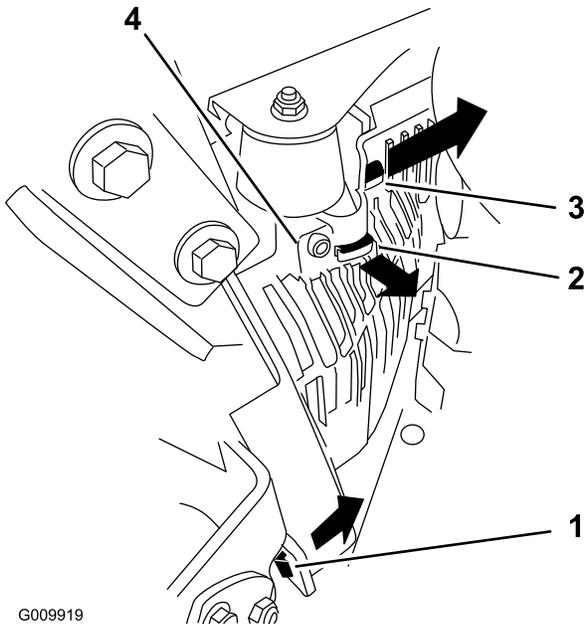

Figura 51
3. Retire la cubierta de la unidad hidráulica izquierda en el orden indicado en Figura 51. Así tendrá acceso a la bujía delantera.
5. Instale la cubierta de la unidad hidráulica izquierda (Figura 51).